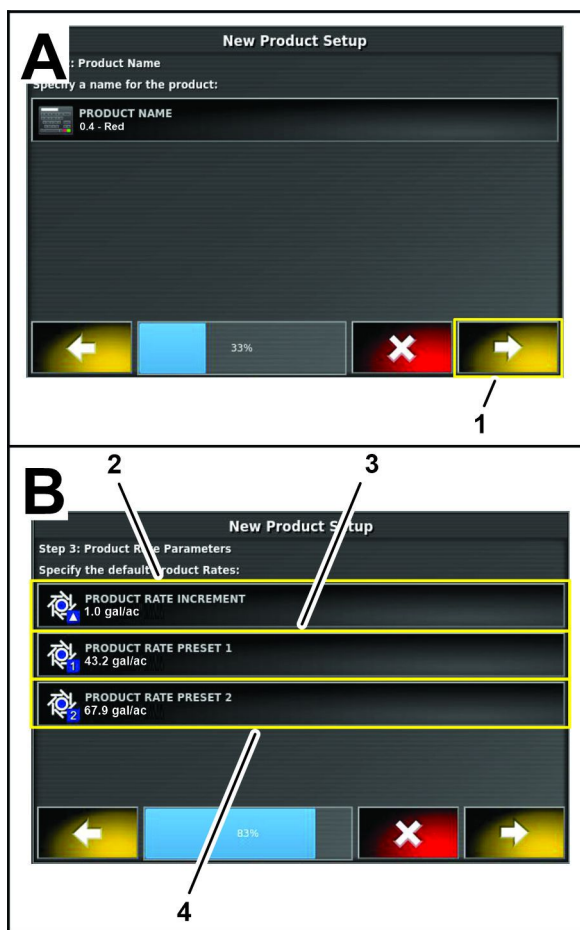

Figura 119
8. Na etapa 2 da caixa de diálogo “configuração de novo produto”, pressione o ícone AVANÇAR (Figura 119).
9. Na etapa 3 da caixa de diálogo “configuração de novo produto”, pressione o ícone INCREMENTO DA TAXA DE APLICAÇÃO (Figura 119).
11. Na etapa 3 da caixa de diálogo “configuração de novo produto”, pressione o ícone TAXA DE APLICAÇÃO PRÉ-DEFINIDA 1 (Figura 119).
13. Na etapa 3 da caixa de diálogo “configuração de novo produto”, pressione o ícone TAXA DE APLICAÇÃO PRÉ-DEFINIDA 2 (Figura 119).